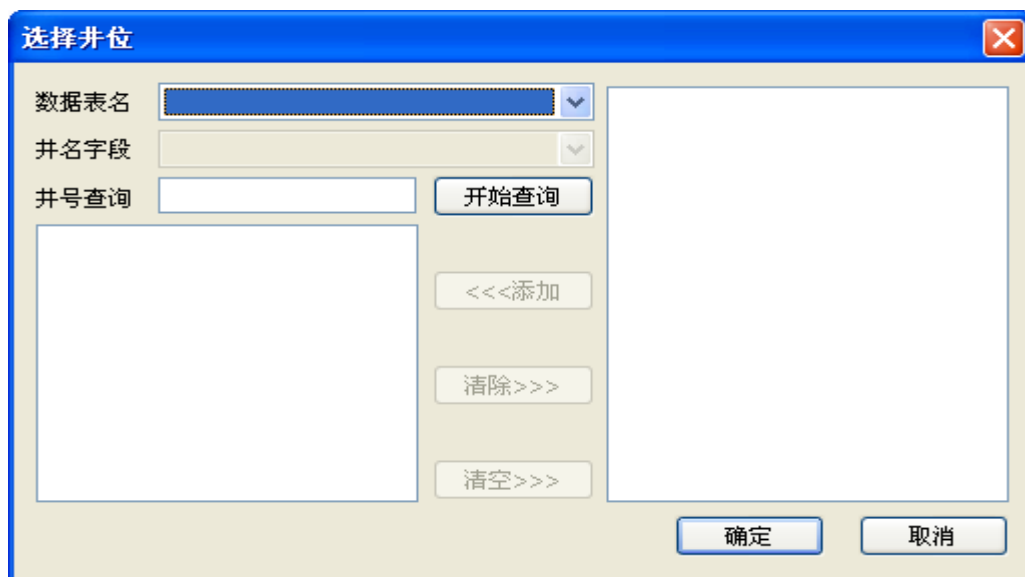

图 69
b. 弹出选择井位对话框，单击数据表名后边的下拉箭头选择包含井位字段的数据表，在井名字段中单击其后的下拉箭头选择井名字段。（如图 69）